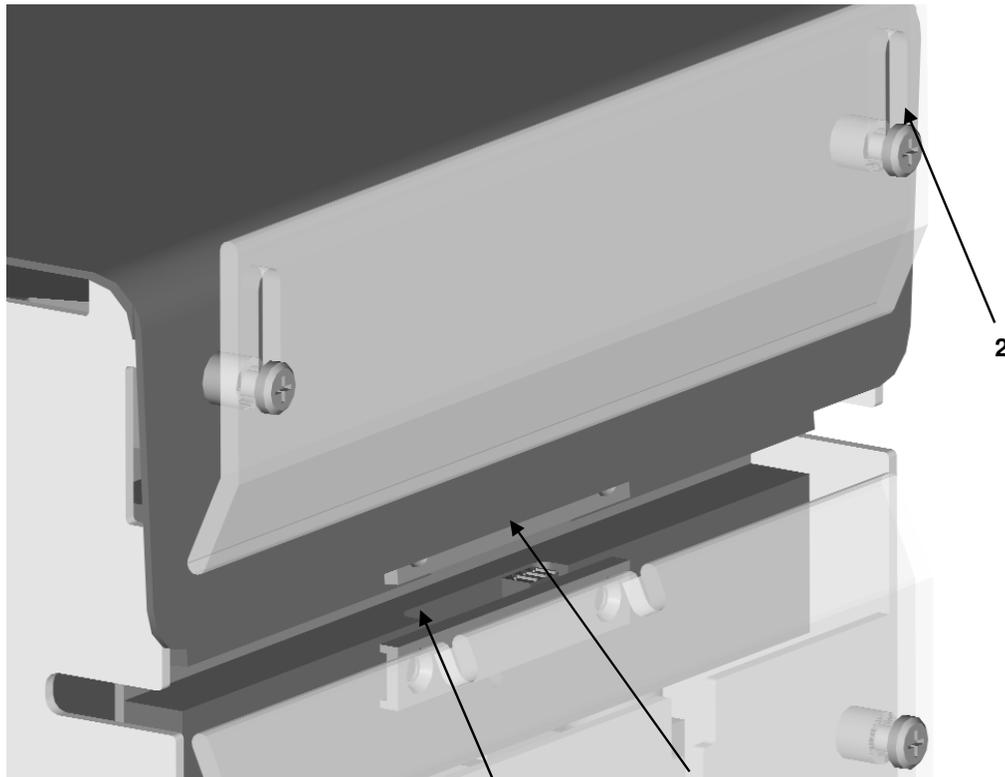

Bild e2
- a) Lösen Sie die vorderen Schrauben (n° 2 Bild e2) der oberen Abdeckung (n° 4 Bild d).
- c) Lösen Sie die Sperrschrauben (n° 3 Bild e2) der Halteplatte (n° 1 Bild e2) welche das Herausfallen der Codeziffern verhindert. (Ab. e1).
- e) Wenn die neue Zusammensetzung fertig ist, schließen Sie manuell den oberen Schweißbalken um die Codierstempel richtig einzubetten, dann ziehen Sie die 2 Schrauben (n° 3 Bild e2) der Halteplatte (n°1 Bild. e2) leicht fest.
- f) Setzen Sie die obere Abdeckung (n°4 Bild d) wieder in die ursprüngliche Position und befestigen Sie die Schrauben (n° 2 Bild e2). Machen Sie eine Probeschweißung und justieren Sie die Ziffern falls erforderlich nochmals.
Arbeiten Sie nur mit der Maschine wenn die obere Abdeckung komplett unten ist und fixiert wurde mit den Sperrschrauben (n° 2 Bild e2).